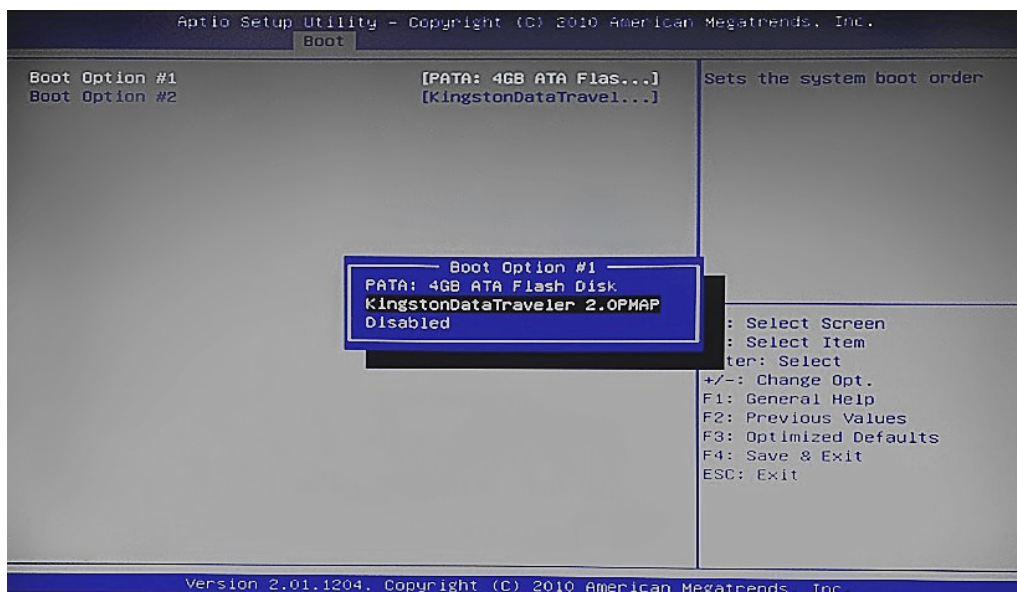

图 2-3 BIOS 设置 2
- 1) 在下一个界面（如图 2-3 所示），将“Boot Option #1”设置为 U 盘启动。